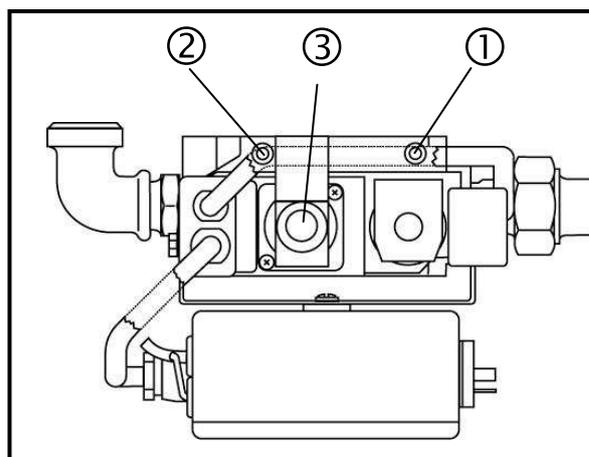

Fig. 22: Vue de dessus de l'ensemble sécurité 2 allures
- ⇒ Ouvrez la prise de pression amont (1). (Fig. 22)